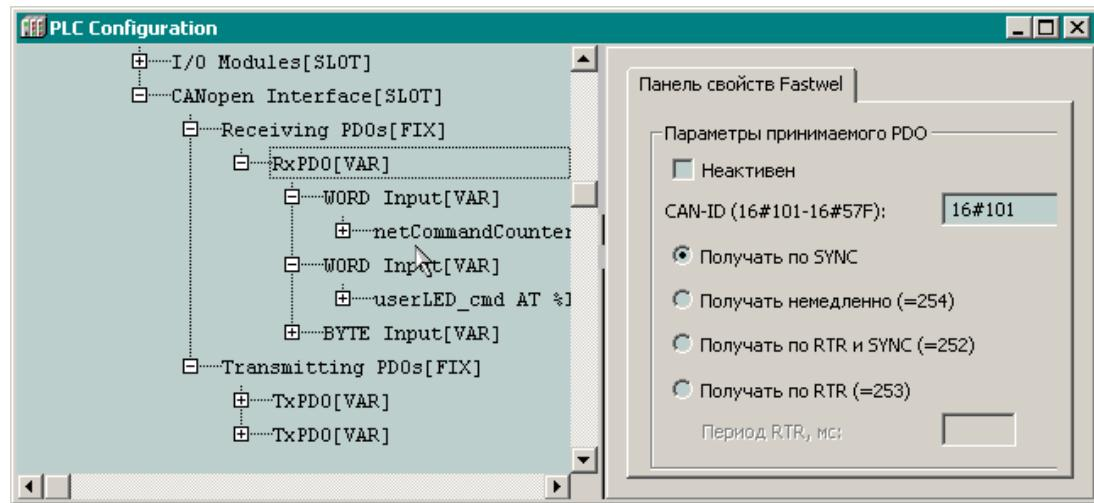

Рис. 30. Символические имена для каналов полей приема данных
Настройка параметров входящих коммуникационных объектов выполняется в диалоговой панели, показанной на рис. 30, а описание параметров приведено в табл. 3.
- Раскройте добавленные поля приема данных, как показано на рис. 30 и введите символические ссылки для соответствующих входных каналов: для первого *WORD*